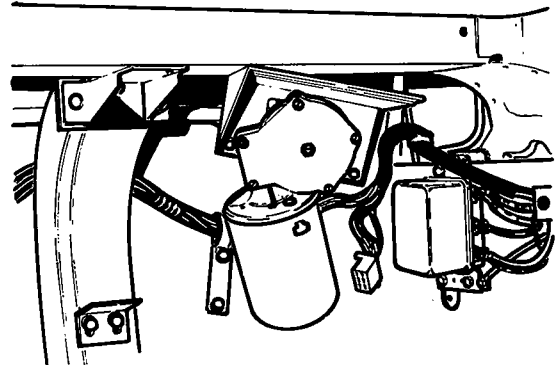

Fig. 7.
6. De vijf-polige steker (fig. 7).
7. De steun van de kabelboom, welke tegen de steun van de ruitwissermotor is vastgezet (fig. 7).
8. De ruitwissermotor met steun en het rechter deel van de verbindingstang (6) (fig. 7).
Zet de ruitwissermotor onder het dashboard vast (fig. 7).
10. Sluit de vijfpolige stekker op de ruitwissermotor aan (fig. 7).
11. Zet de steun van de kabelboom vast tegen de steun van de ruitwissermotor (fig. 7).